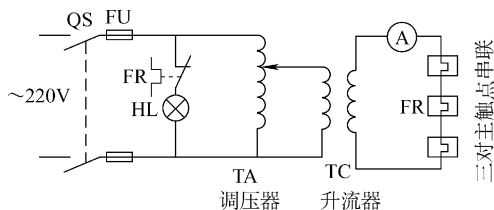

图 1-22 热元件的串联试验
2) 热元件的串联试验 按如图 1-22 所示的方法，将各相的热元件串联后重新试验，其动作值应与分相值一致。